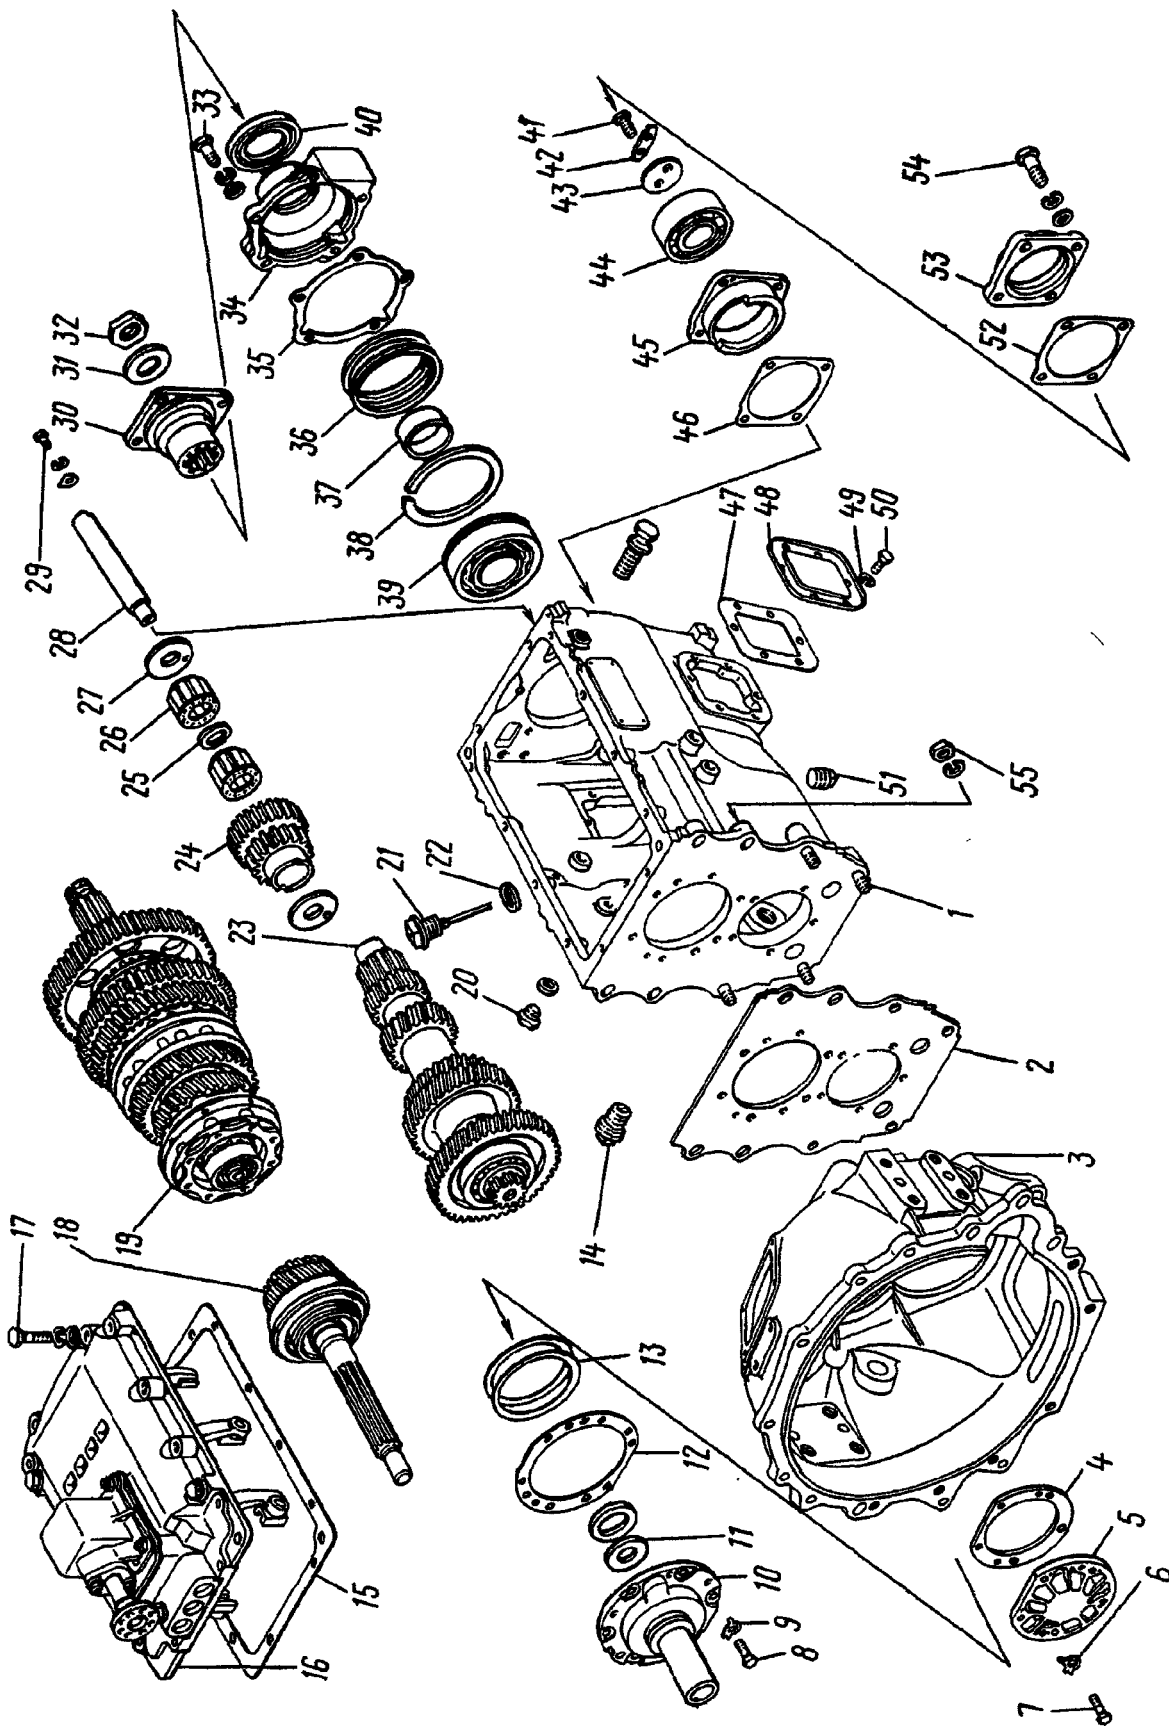
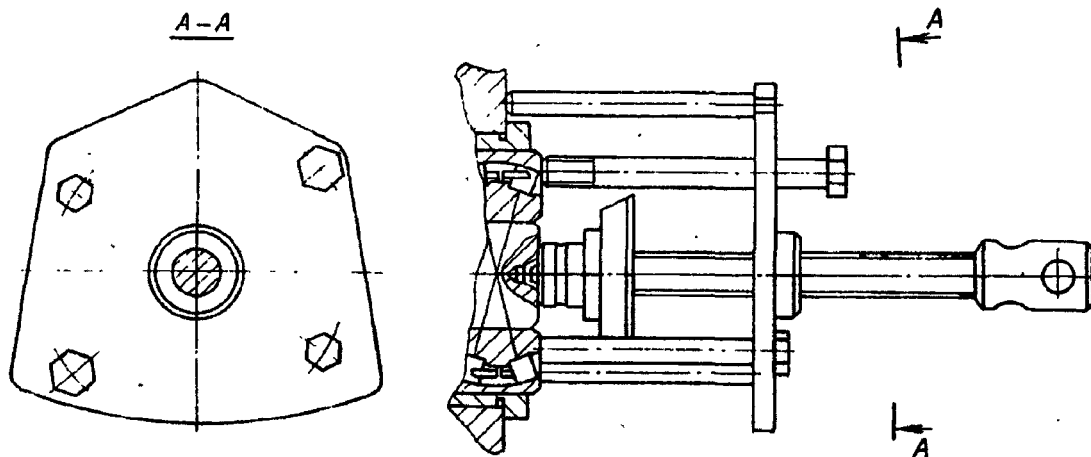
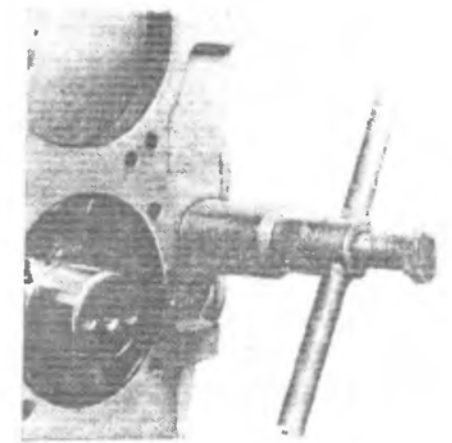

Рис. 139. Коробка передач:
Рис. 141. Снятие заднего подшипника ведущего вала со стаканом
Рис. 143. Снятие оси блока зубчатых колес заднего хода съемником И801.32.000
2. Выверните маслоуказатель 21 (рис. 139) уровня масла с прокладкой 22 из картера 1 коробки передач
16. Выпрессуйте съемником (рис. 140) подшипник 39 (см. рис. 139)	Кран-балка, трос, съемник
18. Выпрессуйте приспособлением (рис. 141) подшипник 44 (см. рис. 139) со стаканом 45, снимите прокладку 46	Приспособление
21. Распорите крепление оси блока зубчатых колес заднего хода, вывернув болт 29 (см. рис. 139)	Сменная головка 17 мм, вороток
22. Выпрессуйте съемником (рис. 143) ось 28 (см. рис. 139) блока зубчатых колес заднего хода	Съемник
30. Установите ведомый вал 19 (см. рис. 139) в сборе на верстак	Слесарный верстак, кран-балка, трос
45. Установите промежуточный вал 23 в сборе (см. рис. 139) на верстак	Верстак слесарный
50. Установите верхнюю крышку 16 коробки передач (см. рис. 139) на верстак	Слесарный верстак